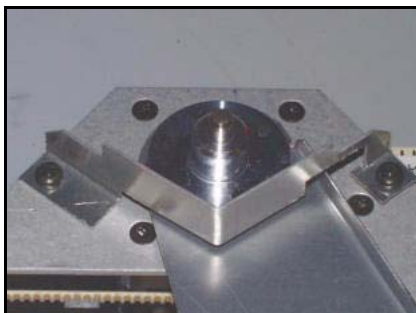

Fig. 54. V-plate over top dimmer
- 2 Remove the heat shield (Fig. 53.) and the V-plate over the top dimmer blade (Fig. 54.).